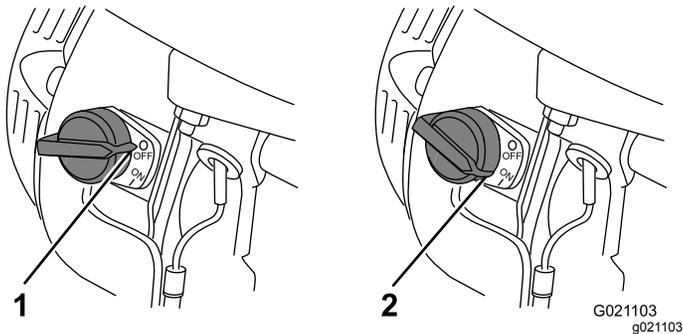

Figure 30
5. Placez la commande du moteur en position MARCHÉ (Figure 30).